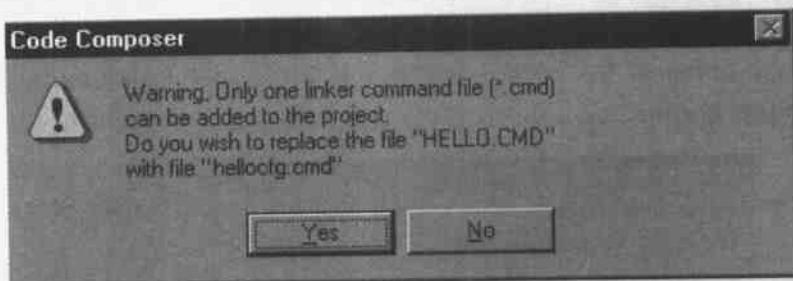

图 7.13 多个链接命令文件警告信息
(1) 执行菜单命令 Project→Add Files to Project, 将 hello. cdb 加入, 此时在工程视图中将添加一个名为 DSP/BIOS 的目录, hello. cdb 被列在该目录下。此外, CCS2 自动将 hellocfg. s54 和 hellocfg\_c. c 等文件拷贝到 Generated Files 文件夹下。
(2) 链接的输出文件名必须与. cdb 文件名一样, 在 Project→Options 的 Linker 栏中查看输出文件名是否为 hello. out, 如不是则将其更改为 myhello. out。
(3) 执行菜单命令 Project→Add Files to Project, 将 hellocfg. cmd 加入到 CCS2 中。由于一个工程中只能有一个链接命令文件, 所以, 此时会产生警告信息, 如图 7.13 所示。